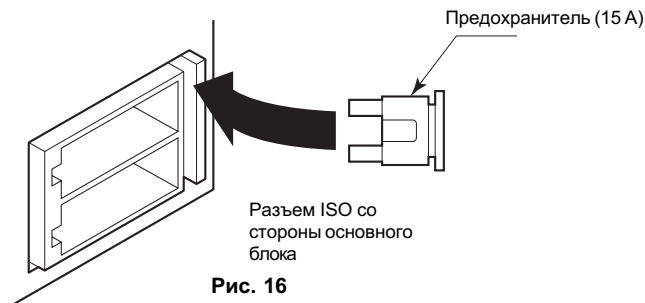

Рис. 16
3. Если перегорает предохранитель, проверьте правильность подключения. Если все правильно, то замените предохранитель новым того же номинала (См. рис.16).